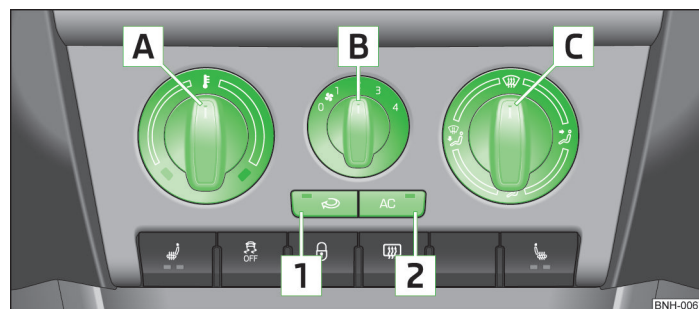

Fig. 60 Sistema de aire acondicionado: Elementos de mando
El sistema de refrigeración funciona sólo si se pulsa la tecla **AC** **2** » fig. 60 » página 63 y se cumplen las siguientes condiciones:
- Girar el regulador giratorio **A** » fig. 60 hacia la derecha para elevar la temperatura.
- Girar el conmutador del ventilador **B** » fig. 60 a una de las posiciones, 1 a 4, para conectar el ventilador.
- Con el regulador de distribución de aire **C** » fig. 60, se regula el sentido de salida del aire » página 61.
- Pulsar la tecla **AC** **2** » fig. 60, en la tecla se encenderá el testigo.
- Elementos de mando [A] » fig. 60 » página 63, [B], [C] y las teclas [1] y [2].
➤ Pulsar la tecla [1] » fig. 60 » página 63, en la tecla se encenderá el testigo.
➤ Pulsar de nuevo la tecla [1] » fig. 60 » página 63 - se apagará el testigo de control en la tecla.
Si el regulador distribuidor de aire [C] » fig. 60 » página 63 se encuentra en la posición , el servicio de aire circulante se desconectará automáticamente. Pulsando repetidamente la tecla , se puede volver a conectar el servicio de aire de circulación también en esta posición. ➤